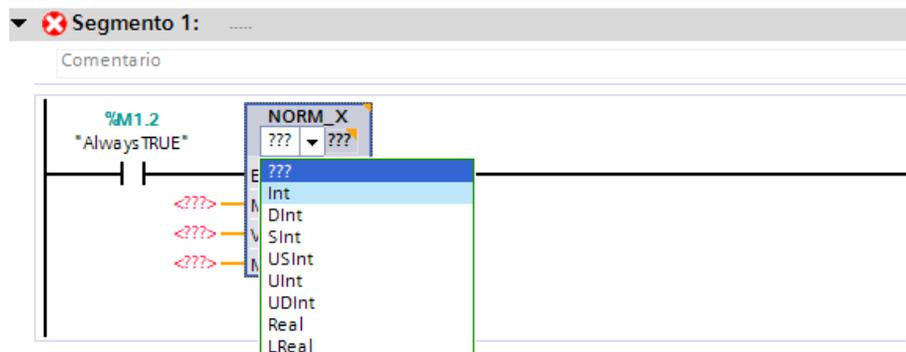
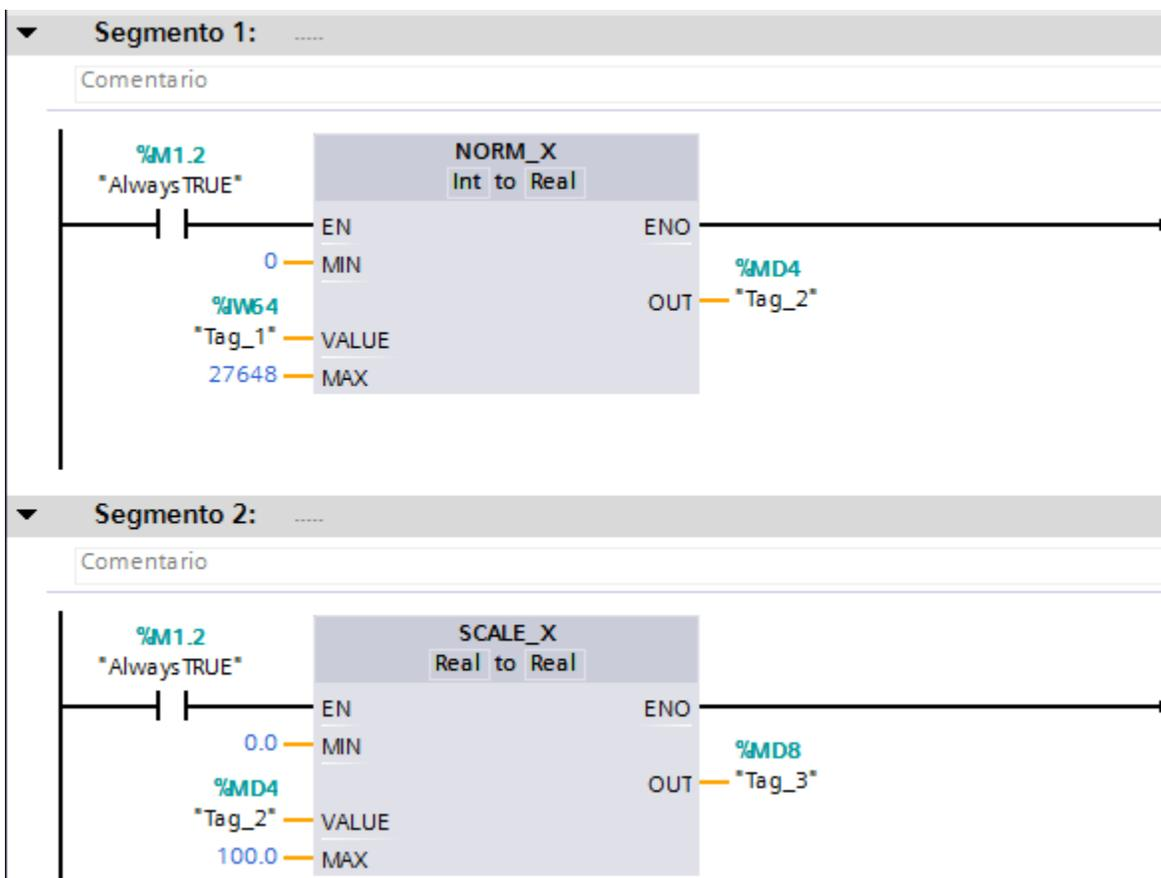

Figura 7. Selección de tipo de dato a normalizar.
Figura 8. Normalizado y escalado de entrada analógica AI0.
5. Ingrese el programa que se muestra en la Figura 8. Para seleccionar los tipos de datos a normalizar o escalar de clic en los signos de interrogación dentro de los bloques para que se desplieguen las opciones posibles (Ver Figura 7).